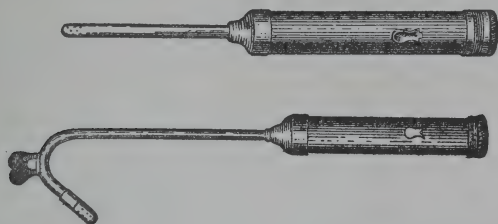

Fig. 83
15. *Electric Gas Lighter* (Fig. 83).—These usu-